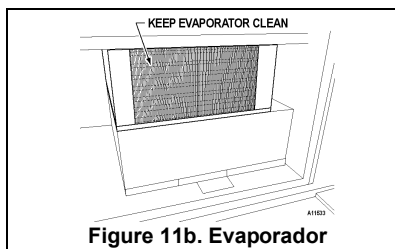

Figure 11b. Evaporador
- ¿El abanico del evaporador funciona? Tome un pequeño trozo de papel y póngalo en frente del serpentín del evaporador para revisar si el abanico se lleva el papel. Vea Figure 11b en la página 28.